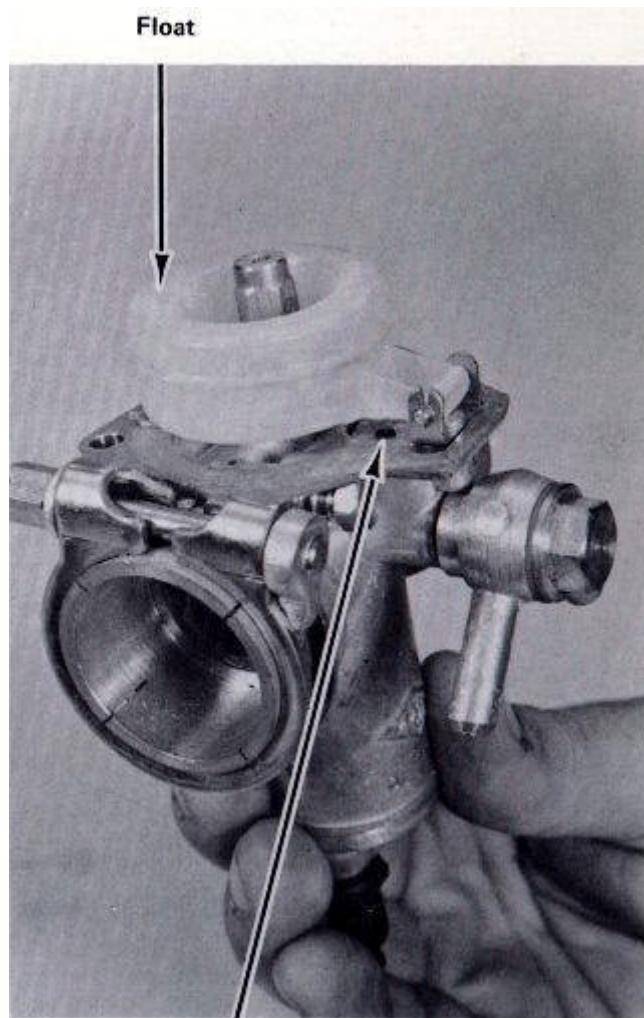

FIG. 139
**El flotador de dispositivos de medición (Fig. 139)**